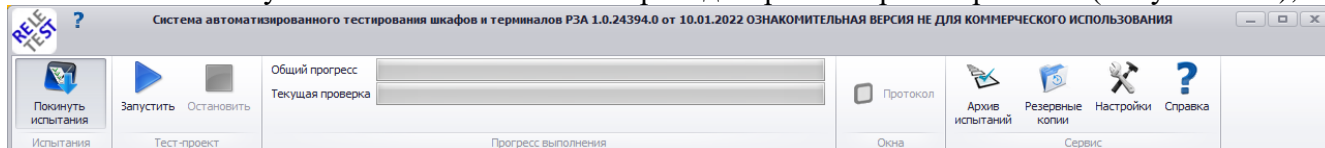

Рисунок 3.67
- «Покинуть испытания» - кнопка перехода в режим проектирования (Рисунок 3.67);